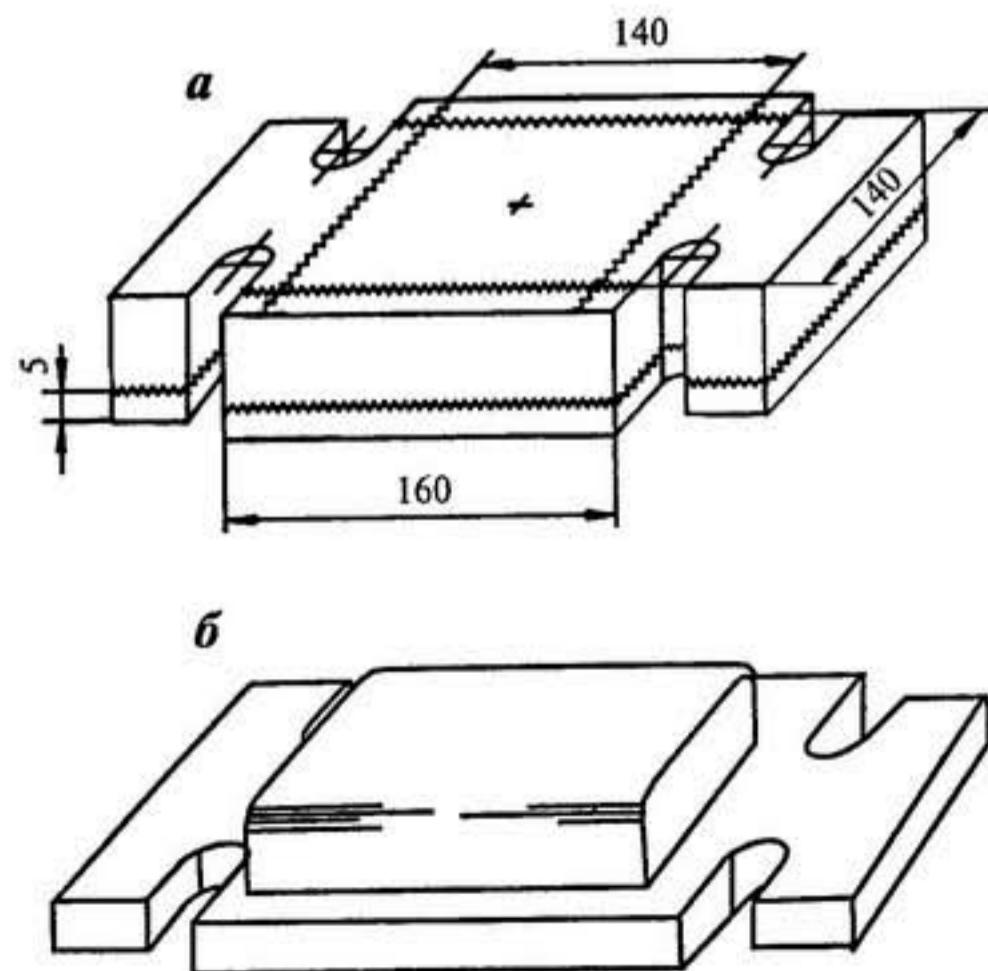

Рис. 147
6. Давайте перевернем ее и продолжим разметку, после чего сделаем пропилы, не забывая оставлять припуск на шлифовку (рис. 147, а).
7. Если вы выполнили все закругления, которые указаны на шаблоне, скруглите острые грани (рис. 147, б). На этом вся черновая работа закончена, и вы можете приняться за шлифование. Чем лучше будет выполнена эта операция, тем выигрышнее будет смотреться ваша конфетница, в которой и конфеты станут еще сладче.